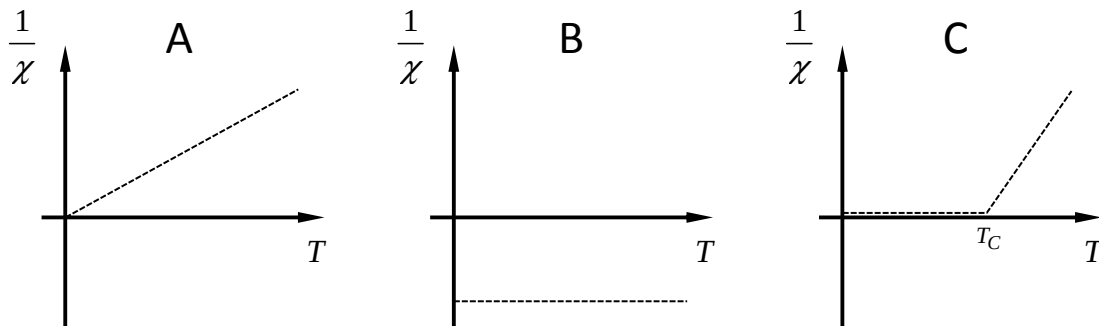

Bild K2-1: Temperaturabhängigkeit der inversen magnetischen Suszeptibilität für drei unterschiedliche Materialien
Bild K2-1 zeigt die Temperaturabhängigkeit der inversen magnetischen Suszeptibilität dreier Materialien. Dabei ist eines der Materialien ferromagnetisch, eines diamagnetisch und eines paramagnetisch.
- a) Ordnen Sie den Diagrammen in Bild K2-1 die jeweils darin dargestellte magnetische Eigenschaft zu. Begründen Sie Ihre Zuordnung sorgfältig. (2 Punkte)